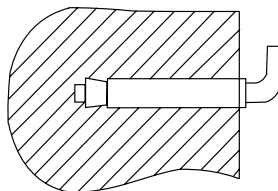

Fig. 5
2. După alegerea locației de montare, faceți două găuri în perețele la adâncimea necesară și introduceți șuruburile, roțiți cârligul în sus, strângeți bine piulițele, apoi instalați încălzitorul de apă pe acesta (vezi fig. 5).